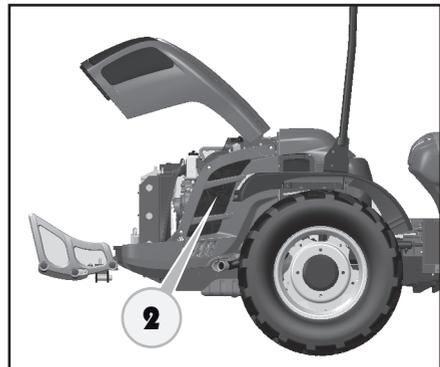

Abb. 6.2.2
Immer vor dem Öffnen der Motorhaube den Bumper herunterlassen (Abb. 6.2.2).
Den entsprechenden Schlüssel in das Entriegelungsschloss (1) auf der rechten Seite des Stoßdämpfers einsetzen und die Motorhaube anheben (Abb. 6.2.2).